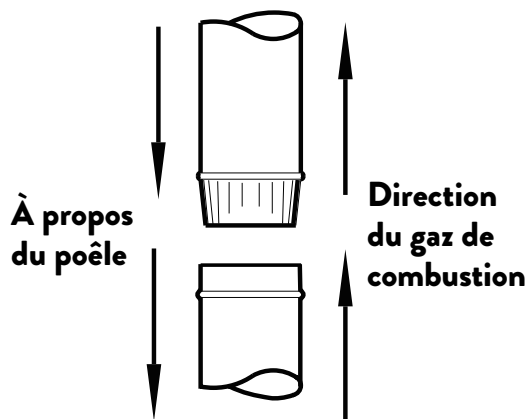

Figure 3. Orientation du raccord de cheminée.
- Chaque section de raccord doit être orientée, l'extrémité mâle (sertie) pointant vers le poêle. Voir la figure 3.